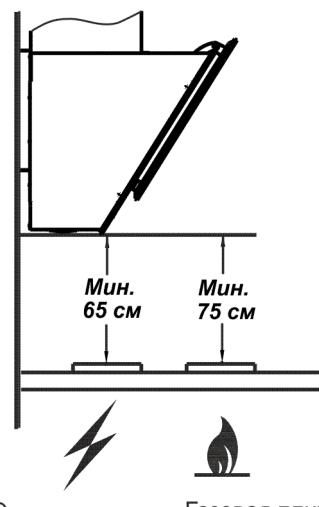

рис. 1
1.2 Вытяжку устанавливайте на высоте, как показано на рис. 1.
- разместите линию установки нижней части вытяжки над плитой (рис.1);
- 4.7 Устанавливайте вытяжку над плитой в соответствии с рис. 1.